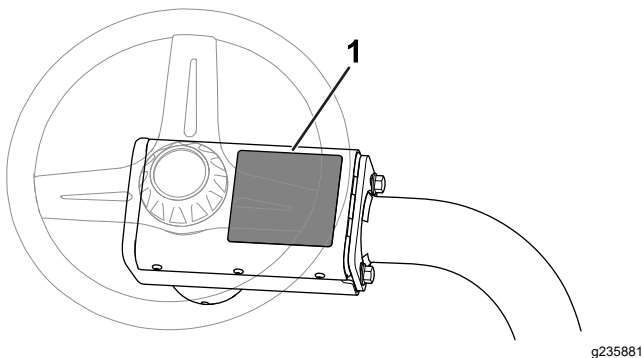

Figura 14
- Coloque la pegatina de advertencia CE (Pieza N.º 136-8505) sobre la pegatina de advertencia existente (Pieza N.º 136-8506). La Figura 14 muestra la ubicación de la pegatina de advertencia.